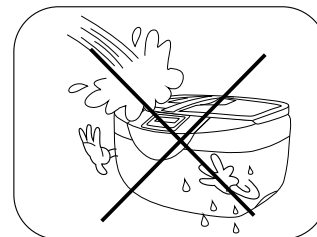

Fig.19
- ▶ Não molhe o equipamento para evitar risco de choque elétrico ou danos à cuba de ultrassom (Fig.19, pág.16);